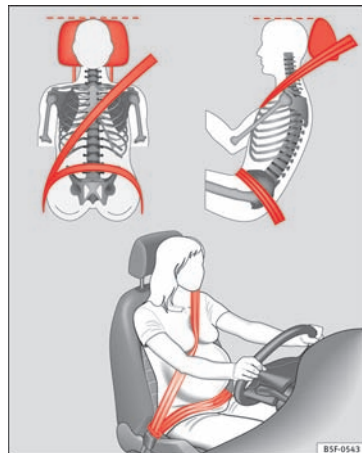

Fig. 83 Sikkerhedsseles placering hos gravide
- **Sikkerhedsselens skulderdel skal sidde midt på skulderen og aldrig hen over halsen. Sikkerhedsselen skal sidde fladt og tæt ind til overkroppen »» **Fig. 83.****
- **Sikkerhedsselens hoftedel skal sidde hen over hofterne og aldrig hen over maven. Sikkerhedsselen skal sidde fladt og tæt ind til hofterne »» **Fig. 83.** Stram selv selen lidt, hvis det er nødvendigt.**